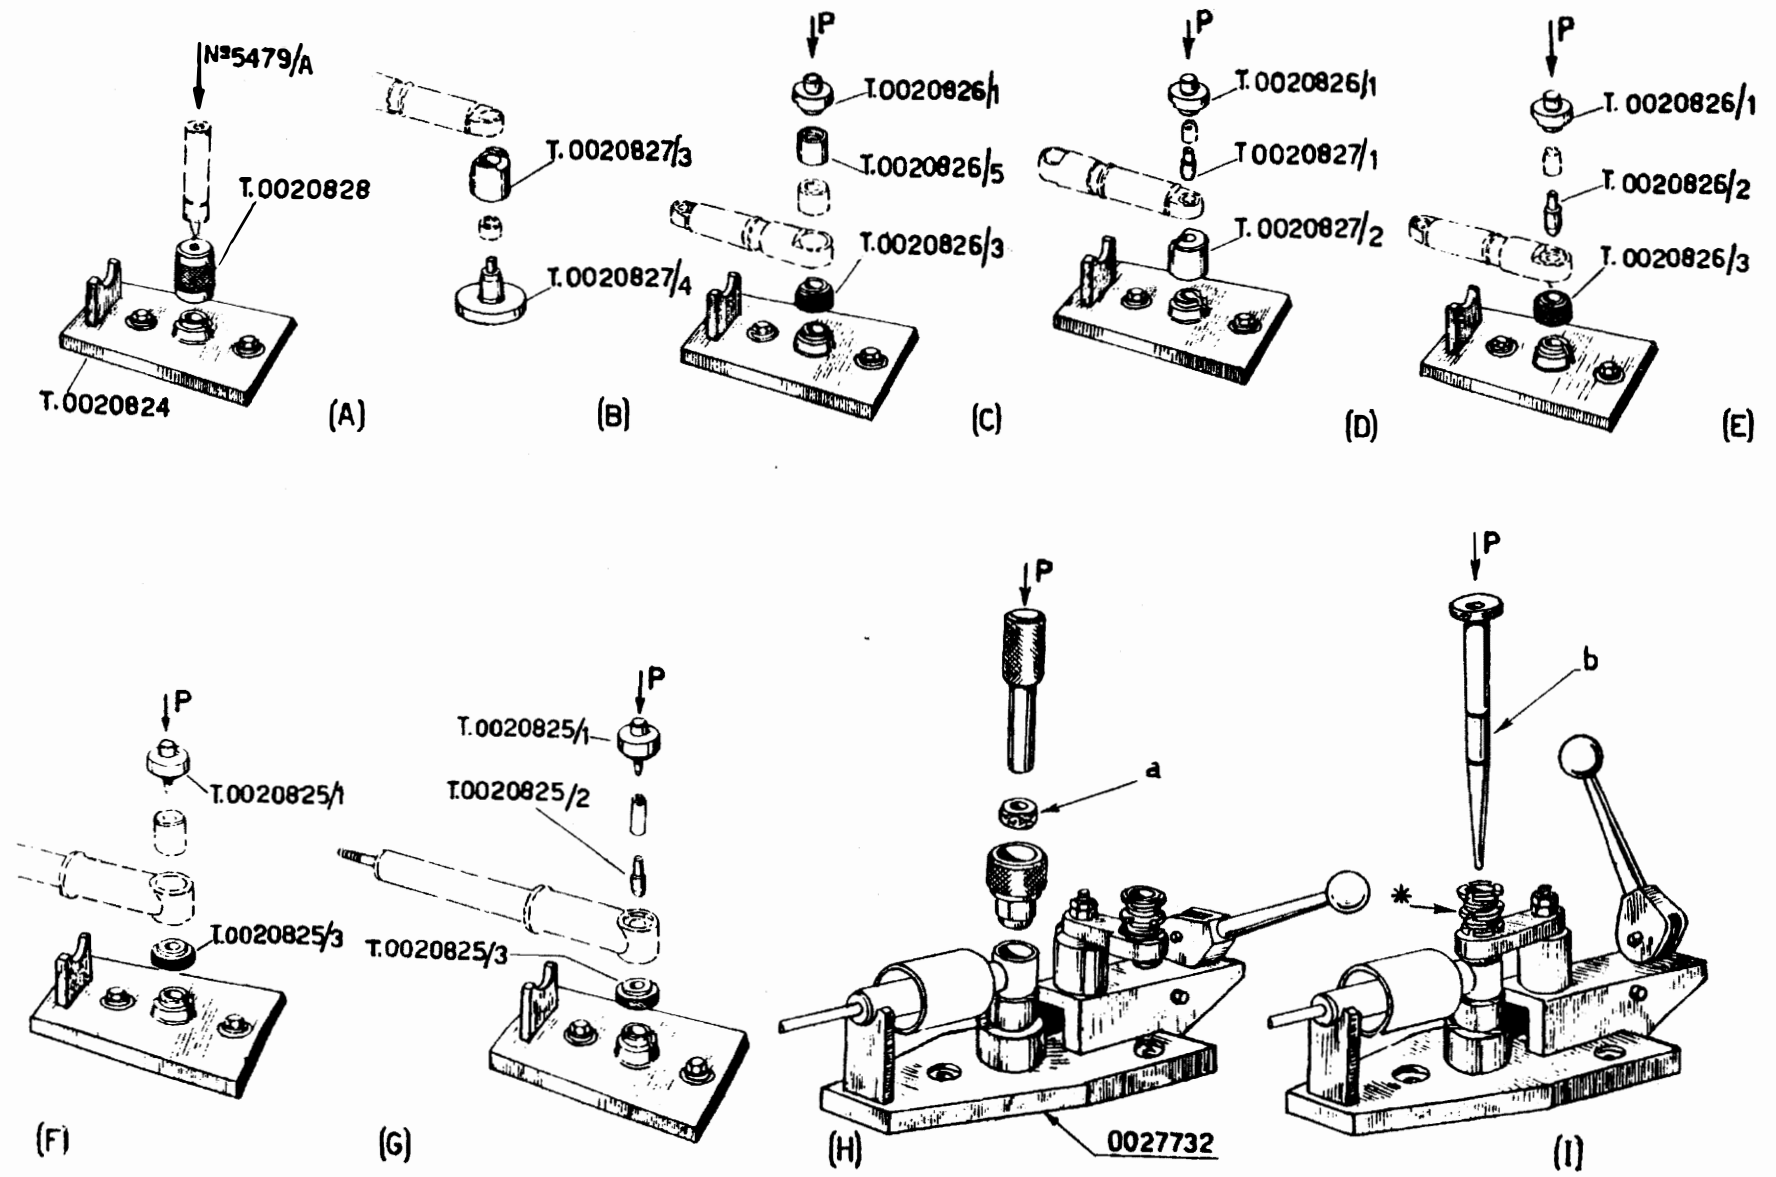

Fig. 60
3. - Thrust the group piston - operating rod into the main tube so that the excess oil flows out. With the hand press 5479/A and the tool T. 0020824 and T. 0020828 mount the discharge valve into the main tube, successively spot punching two of the four at the tubes base to prevent the exit of the above mentioned valve (fig. 60 A).
3. - Empujar el grupo varilla - pistón en el cilindro, haciendo rebosar el exceso de aceite; con prensa 5479/A y útiles T. 0020824 y T. 0020828 montar la válvula de descarga en el cilindro y achaflanar este último en dos puntos opuestos de la base (dos de los cuatro agujeros) para impedir la salida de la válvula (fig. 60 A).
8. - In the case when the rubber buffers are to be substituted the operation of reassembly has to be carried out as indicated in fig. 60/B - C - D - E - F - G; for the Vespa G. S./VSB 1 use the special tool 0027732 (fig. 60/H - I). On carrying out this operation ensure that the main tube and the buffer seating have been coated with seal paste before assembly.
8. - Si hay que sustituir los silent - blocs, ejecutar el montaje como se indica en las fig. 60/B - C - D - E - F - G; para la Vespa G. S./VSB 1 usar el útil específico 0027732 (fig. 60/H - I). Al efectuar estas operaciones poner atención que el tubo interior y el alojamiento del taco amortiguador estén tratados con mastic antes del montaje.
In the case where the rubber buffer is to be substituted use the tool indicated in the fig. 60 H - I for reassembly.